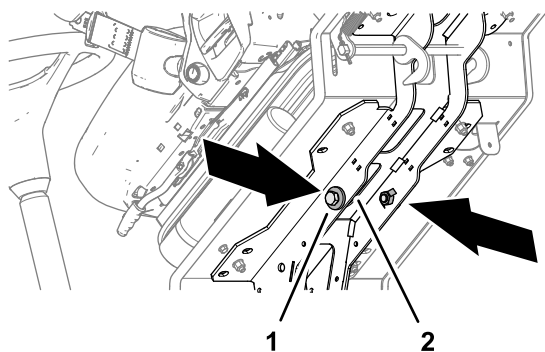

Bild 34
4. Entfernen Sie die beiden Schrauben 12 x 40 mm und die beiden Beilagscheiben 12 mm in den Stützschielen der Plattform (Bild 34).